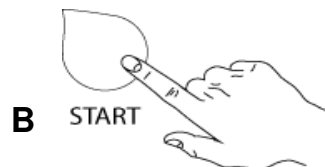

Fig.16
- 5- Appuyer le bouton "B" départ du cycle de lavage. (Fig.16)